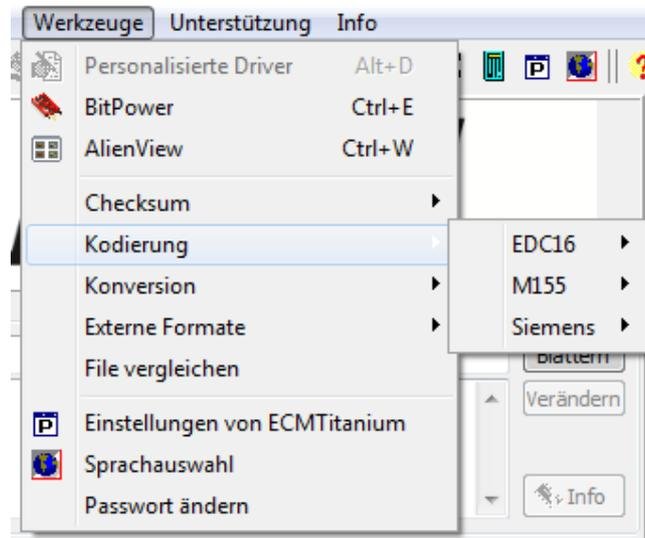

Abbildung 35: Liste der verfügbaren **Kodierungen**.
2. Wählen Sie, je nach Speicher oder Steuergerät, das korrekte Kodierungsformat aus (Abbildung 35).